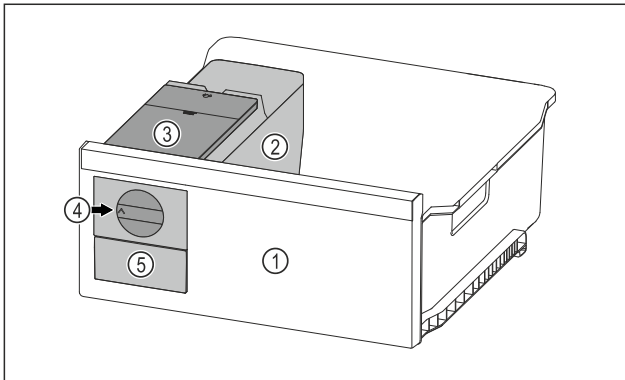

Fig. 82 Beispielhafte Darstellung
- ▶ Drehknopf *Fig. 82 (4)* im Uhrzeigersinn bis zum Anschlag drehen.
- ▷ Eiswürfel fallen aus der Eiswürfelschale in das Eiswürfelschubfach *Fig. 82 (5)*.